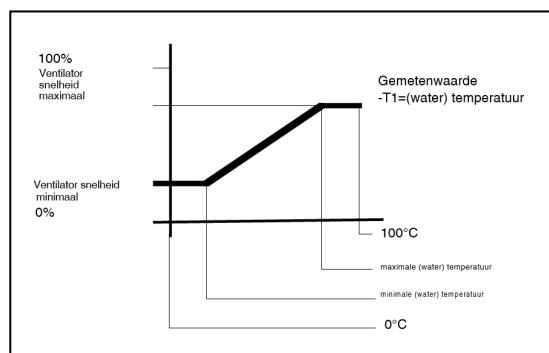

Fig. 1, mode Klimatiseren
- **Watertemperatuur minimaal; *Minimaal Meetsignaal*** (instelbereik 0-100°C), fabrieksinstelling 40°C. In de mode klimatiseren zal de ventilator vanaf deze instelling gaan optoeren (zie Punt A in fig.1)
- **Watertemperatuur maximaal; *Maximaal Meetsignaal*** (instelbereik 0-100°C), fabrieksinstelling 60°C. Bij het bereiken van deze ingestelde temperatuur in de wisselaar, zal de ventilator op zijn maximaal ingestelde luchthoeveelheid draaien. Tussen het minimale en maximale meetsignaal zal de ventilator traploos worden geregeld. (Zie Punt B in Fig.1).
- **Ventilator minimaal; *Minimale Luchtcapaciteit*** (instelbereik 0-100%), fabrieksinstelling 0%. Optoeren zal gebeuren vanaf deze instelling. **LET OP:** Bij toepassing van een WTW-unit, moet er hier een minimale waarde ingesteld worden (zie Punt A in fig.1).
- **Ventilator maximaal; *Maximale Luchtcapaciteit*** (instelbereik 0-100%), fabrieksinstelling 100%. Bij het bereiken van het maximale meetsignaal zal de ventilator op deze ingestelde luchthoeveelheid draaien (zie Punt B in Fig.1).